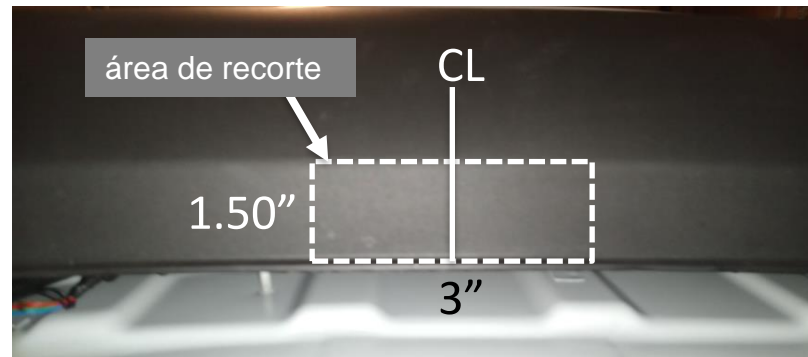

Figura 2
9. Recortar la fascia: Ubicar el centro de la fascia. Con una cinta de medir, marcador y amoladora, recortar una muesca de 1.50" x 3" en la parte inferior de la fascia. **Ver la Figura 2**. **Nota:** Verificar que el área esté libre de todo el cableado eléctrico antes de recortar.